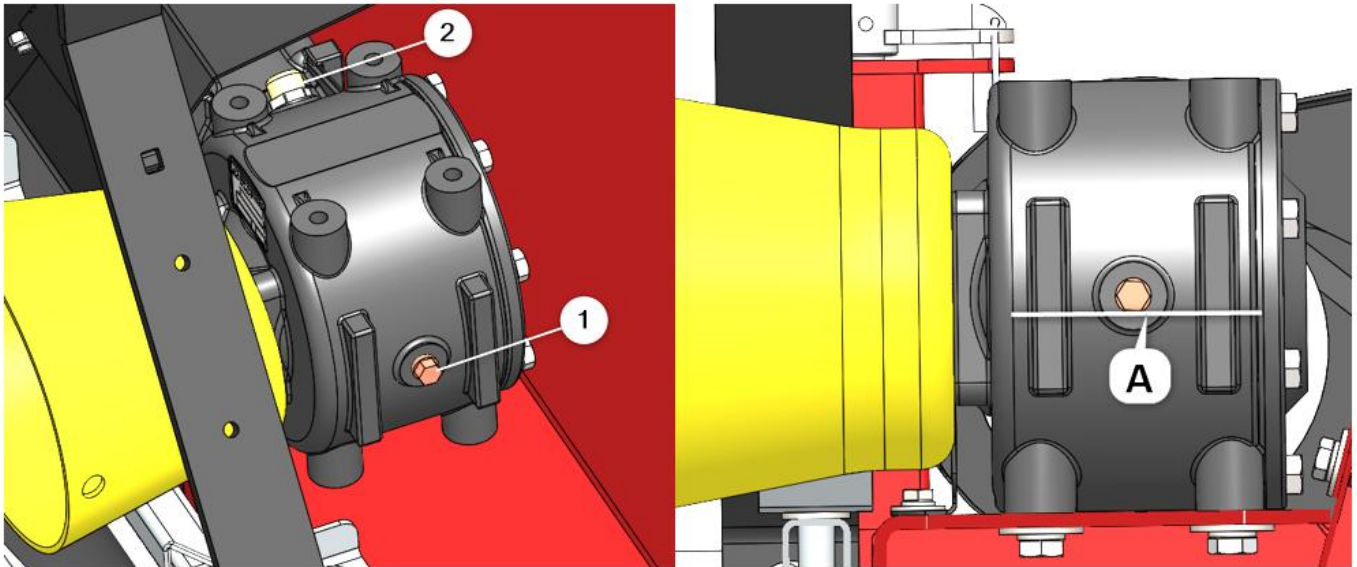

Fig. 18
Regelmatig moet het oliepeil worden gecontroleerd of moet de olie worden ververs. Dit gebeurt volgens de volgende procedures (Fig. 18):
2. Verwijder de ontlufter (2), (Fig. 18).
5. Vul de versnellingsbak met GL5 80W90-olie $\pm 1,1$ l (1,16 qt) via het ontluftergat (2).
6. Controleer het oliepeil door de peilplug (1) voorzichtig te verwijderen.
7. Plaats daarna de peilplug (1) terug.
8. Plaats de ontlufter (2).